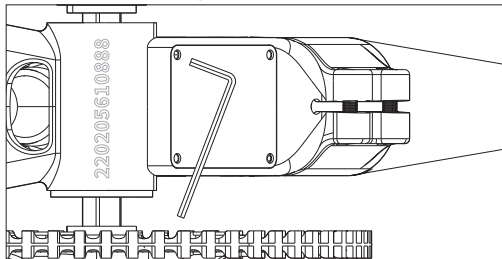

Figure 7-1
- Desserrez les quatre vis du couvercle situé à côté du support inférieur dans le sens inverse des aiguilles d'une montre à l'aide d'une clé Allen de 3 mm, puis retirez les vis et le couvercle, comme illustré à la **Figure 7-1**.